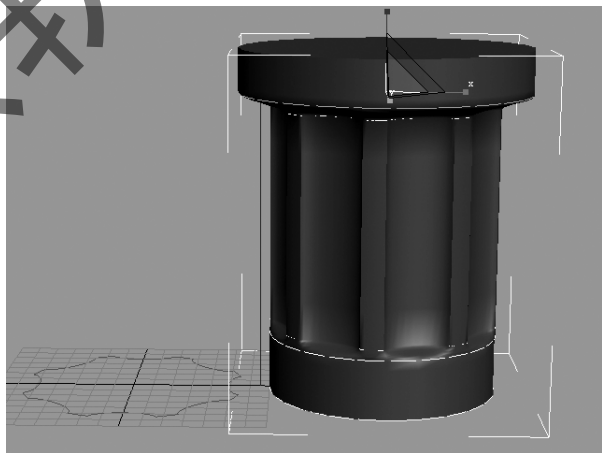

图 4-46 缩放截面
Step23:根据垃圾桶的最终效果,将放样物体顶部的“圆形”截面使用“”缩放工具进行等比放大,如图 4-46 所示。